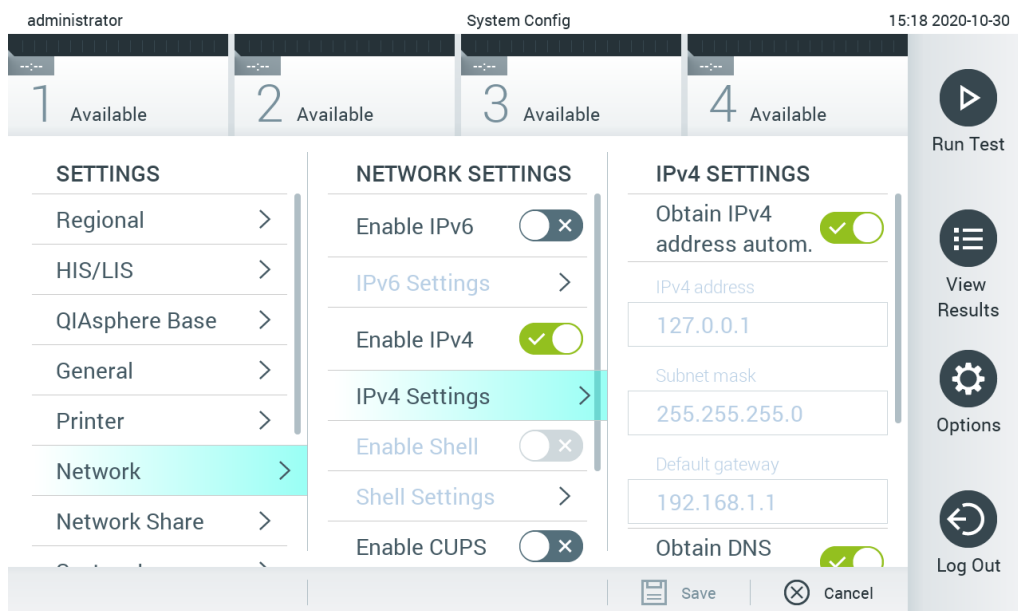

Figure 75. Configuration des paramètres réseau.
2. Sélectionnez Network (Réseau) dans la liste des paramètres de la colonne de gauche (figure 75).